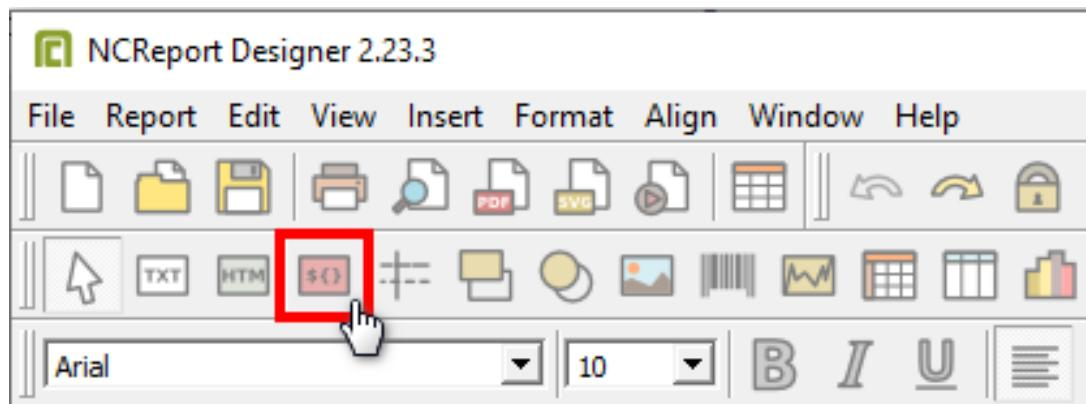

Рисунок 160 - Инструмент Field
- Выберите инструмент Field (Рисунок 160).